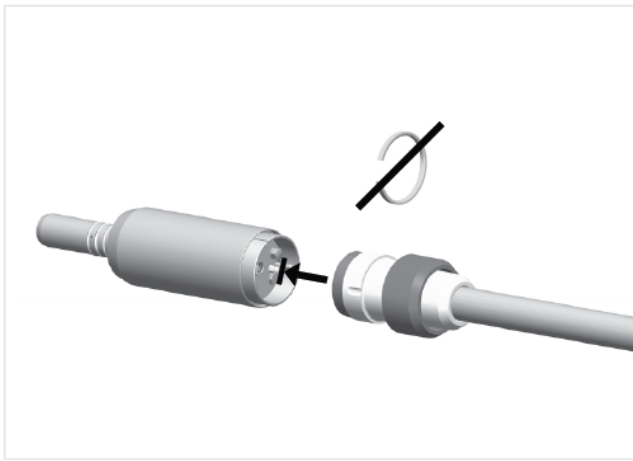

FIG. 2
2. 図2に示すとおり、(分割リングを使わずに) モータ専用ホースに接続します。